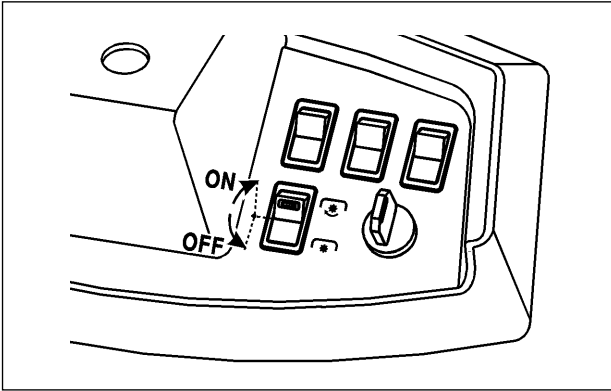

Fig. 16
S'assurer que l'embrayage de coupe est à l'arrêt avant de faire démarrer le moteur (fig. 16).
2. Une fois sur la pelouse, mettre en route la tondeuse en actionnant l'interrupteur de tonte (fig. 16).
3. Mettre l'interrupteur MAN/AUTO en position AUTO (fig 16).